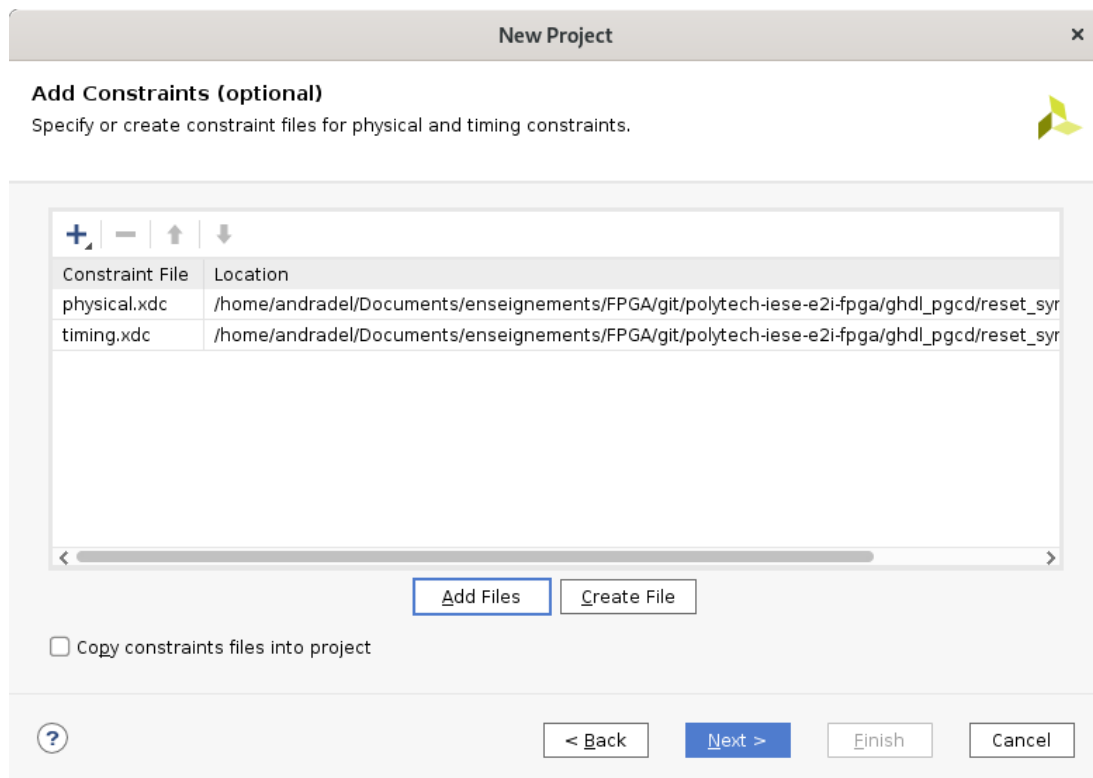

Figure 10 – Ajout des contraintes dans le projet Vivado
- Ajout des fichiers de contraintes (Figure 10). Dans cette étape vous devez ajouter tous les fichiers `xdc` définis précédemment.